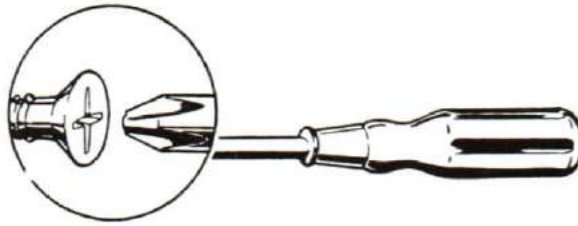

Figure 9-14
13. The Phillips type is designed especially for the Phillips type screw. It comes in three sizes which will fit all sizes of Phillips screws. See Figure 9-14.
13. Le tournevis Phillips a été conçu spécialement pour les vis cruciformes et il existe en trois grandeurs qui conviennent à celle des vis (voir la figure 9-14).